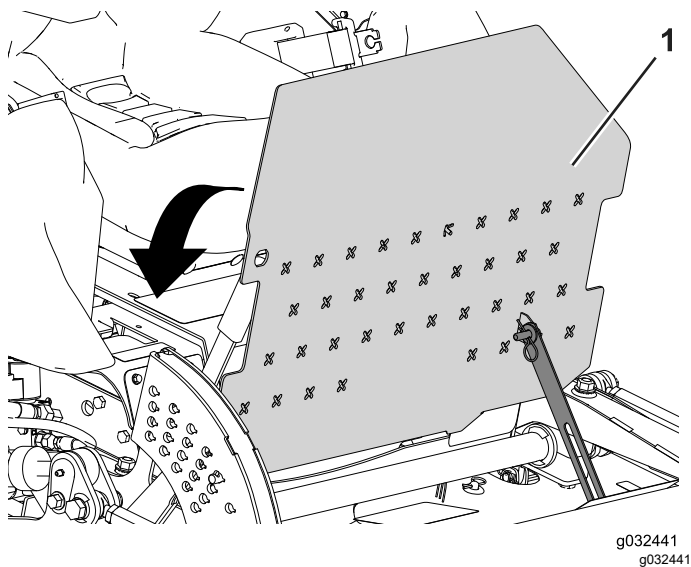

Figura 49
1. Pivote la plataforma del operador a la posición de bloqueado (Figura 49).